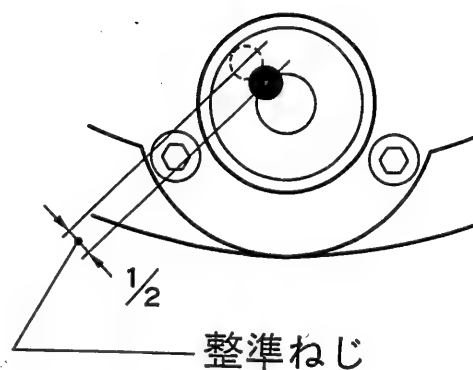

図6.2
- 3) 整準ねじ⑤でずれ量の半分を戻します。(図6.2)
- 4) あとの半분을六角棒スパナ⑮を使い、円形気泡管調整ねじ③を回して、○内に気泡を入れて下さい。